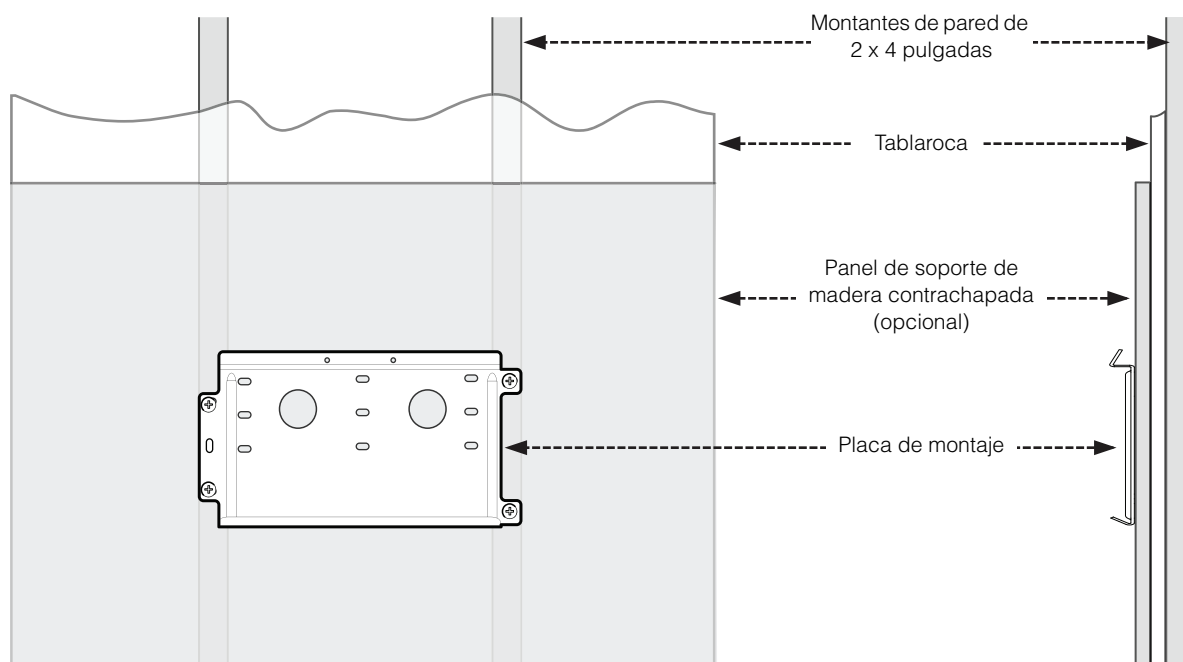

Figura 2-5 Placa de montaje centrada sobre los montantes de la pared.
3. Utilizando un nivel, fije el primer soporte de montaje a la pared. Verifique que la placa de montaje esté centrada en los montantes de la pared, como muestra la Figura 2-5. Utilice los elementos de fijación recomendados para asegurar la placa (consulte la Tabla 2-1).
Nota: Las placas de montaje están diseñadas para quedar interconectadas (como se ve en la Figura 2-5), con el fin de que se puedan instalar múltiples placas sin necesidad de mediciones o nivelaciones adicionales.